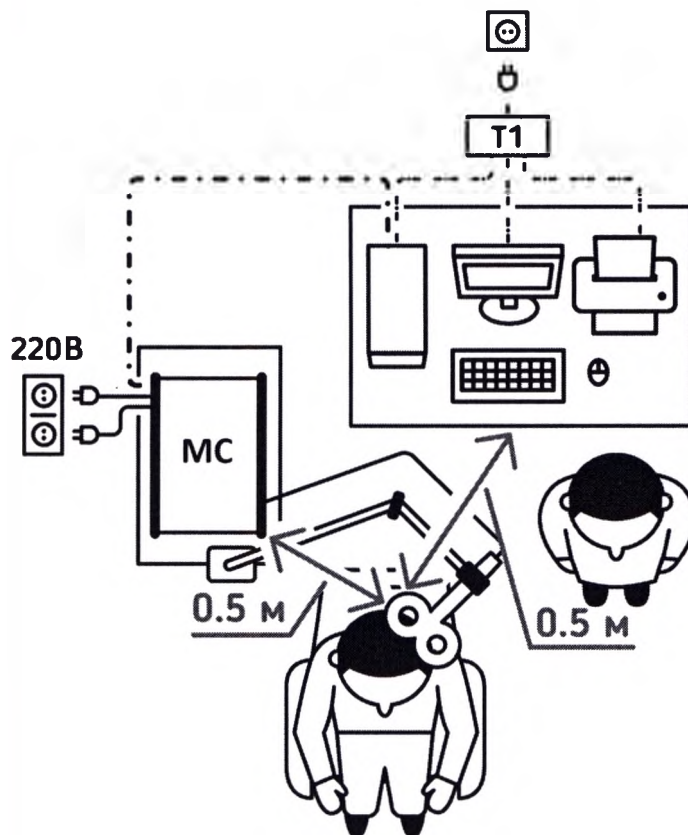
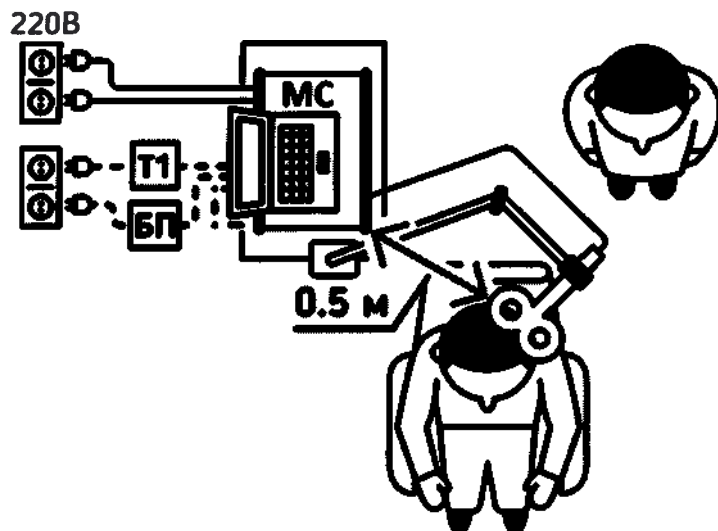

Рис. 14. Примерный план размещения стимулятора при подключении к электронейромиографическому оборудованию производства ООО «Нейрософт» на базе ПК.
Рис. 15. Примерный план размещения стимулятора при подключении к электронейромиографическому оборудованию производства ООО «Нейрософт» на базе ноутбука.
- При размещении электронного блока стимулятора в непосредственной близости с каким-либо электронным оборудованием руководствуйтесь схемами, представленными на рис. 14 и рис. 15.